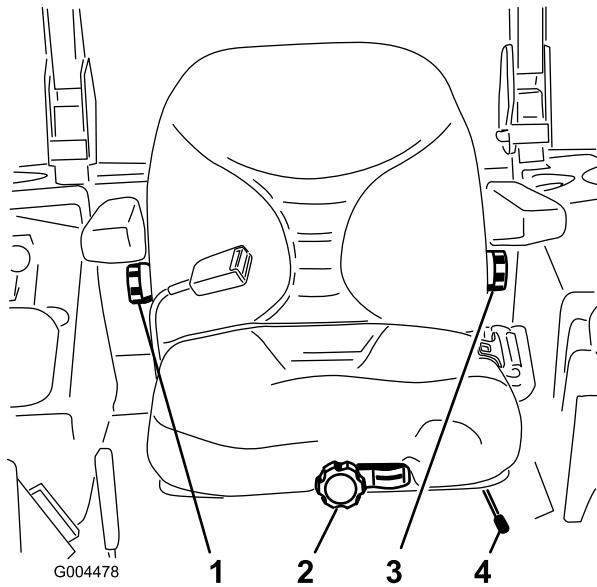

Figura 31
1. Per regolare, spostate lateralmente la leva e sblocchate il sedile (Figura 31).
A sedile vuoto, girate la manopola anteriore nella direzione opportuna, fino ad ottenere il migliore comfort (Figura 31).
Per spostarlo, girate nella direzione opportuna la manopola situata sotto il bracciolo destro, fino ad ottenere il migliore comfort (Figura 31).
Per spostarlo, girate nella direzione opportuna la manopola situata sotto il bracciolo sinistro, fino ad ottenere il migliore comfort (Figura 31).